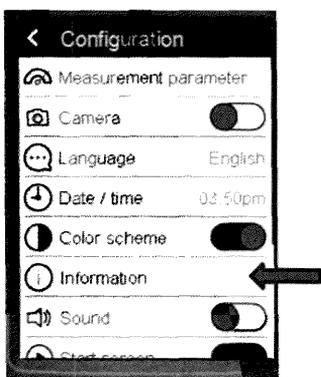
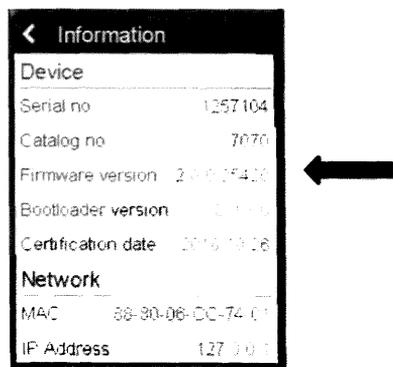
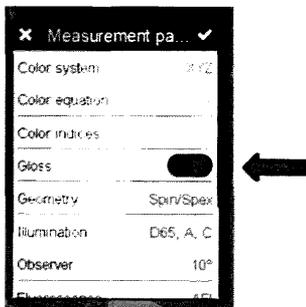

Рисунок 6
Рисунок 7
Рисунок 12
8.3.1 Для вывода на экран идентификационных данных программного обеспечения spectro2guide нажать значок [] (рисунок 3), откроется экран «Configuration» (рисунок 6). далее выберите строку «Information», откроется экран с идентификационным номером программного обеспечения «Firmware version» (рисунок 7).
Нажмите значок [] (рисунок 3), откроется экран «Configuration» (рисунок 6), далее выберите строку «Measurement Parameters» (рисунок 6), появится экран «Standard» (рисунок 8)
8.4.2.2 Нажмите значок [] (рисунок 3), откроется экран «Configuration» (рисунок 6), далее выберите строку «Measurement Parameters». В открывшемся меню выберите параметр «Gloss» (рисунок 12), подтвердите выбор, нажав на галочку в правом верхнем углу.